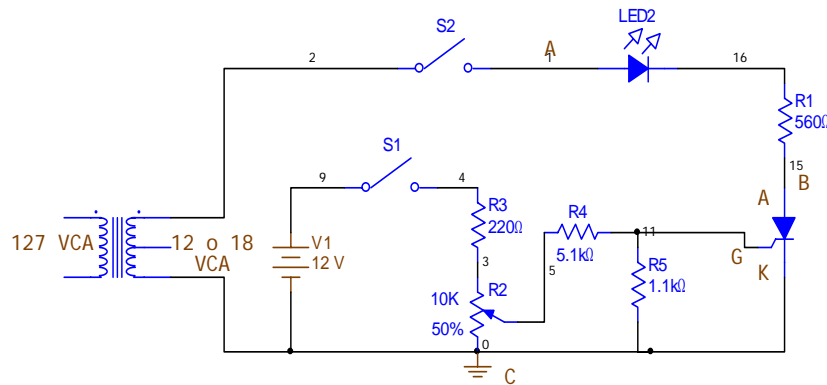

Figura. 11
- a) Construya el circuito de la figura 11.